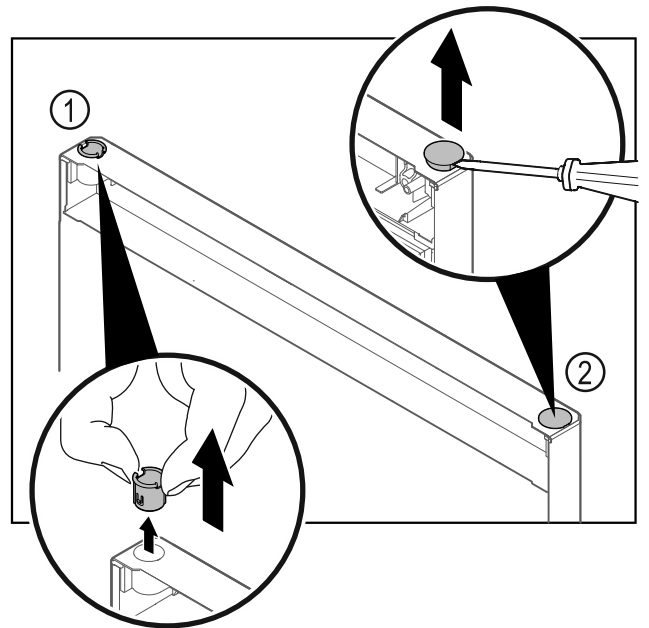

Fig. 26
- ▶ Scharnierbus Fig. 26 (1) met de vingers eruit trekken.
- ▶ Afdeksop Fig. 26 (2) voorzichtig met een sleufschroevendraaier optillen en eruit trekken.